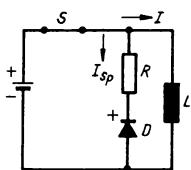

Bild 75
- 8.35 Beim Abschalten von Spulen treten am Schalter hohe, durch die Selbstinduktion bedingte Spannungen auf. Erläutern Sie die Wirkungsweise der in Bild 75 dargestellten Schaltung zur Reduzierung des Öffnungsfunkens am Schalter S.